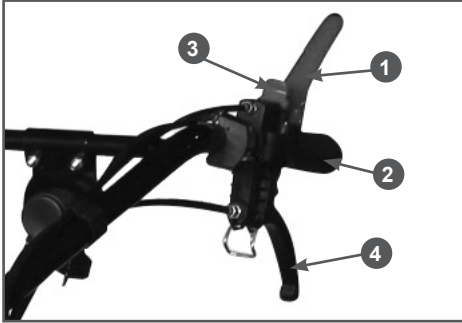

Рис.12 Левая рабочая рукоятка
2. Рычаг остановки двигателя 1 (Рис.12) нажмите и зафиксируйте стопором.
При возникновении аварийной ситуации, для экстренной остановки мотоблока переведите рычаг 1 остановки двигателя (Рис. 12) в верхнее в положение (отпустите рычаг).